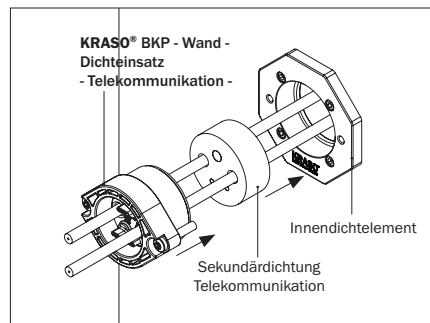

Abbildung 12.4: KRASO® BKP - Wand - Dichteinsatz - Telekommunikation - und Sekundärdichtung Telekommunikation
- Schieben Sie den **KRASO® BKP - Wand - Dichteinsatz - Telekommunikation** mit der Gummidichtung voraus über die Rohrleitung bis in das Innendichtelement des **KRASO® Bauherren-Komfortpakets - Wand - ESH**. Beachten Sie, dass die Schraublöcher am Dichteinsatz und die Kernlöcher im Innendichtelement übereinander liegen (s. Abbildung 12.4).